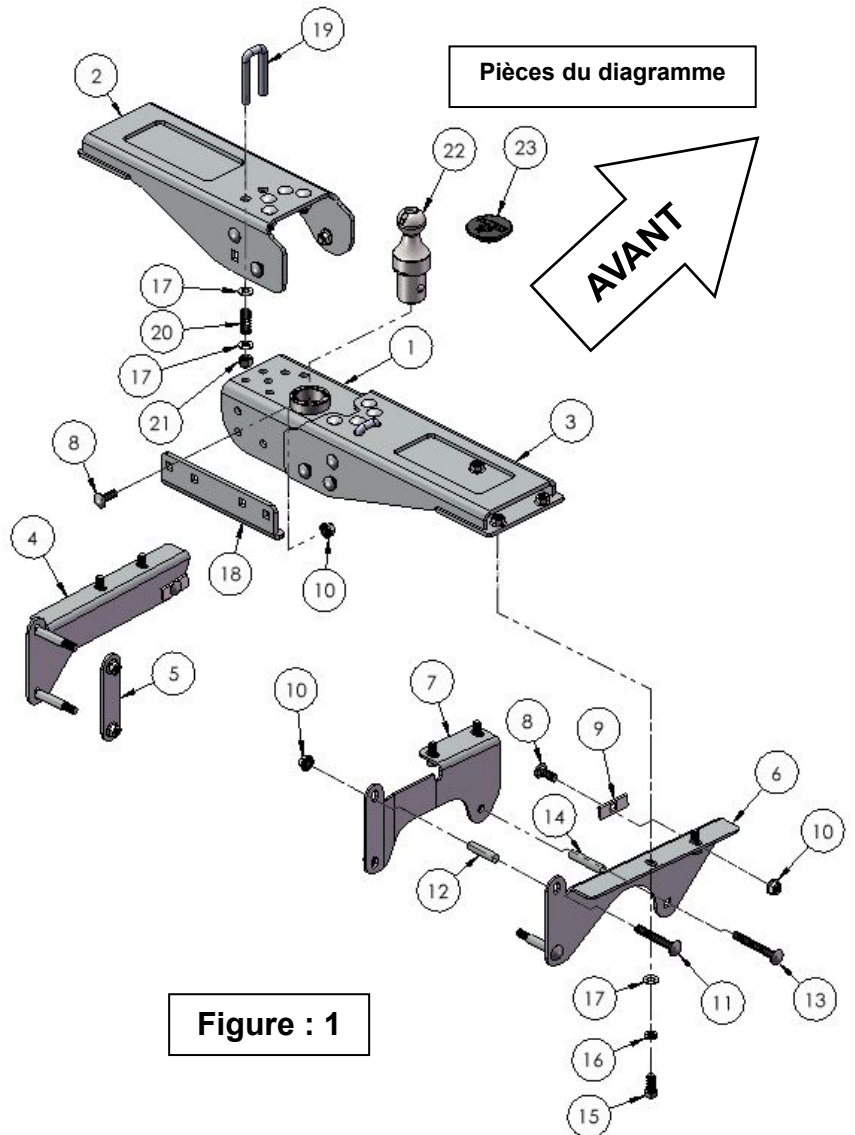

Figure : 1
23. Une fois les trous de la boucle de la chaîne de sécurité percés, les boulons en U de la boucle de la chaîne de sécurité (n° 19) peuvent être descendus à travers les trous depuis le côté supérieur de la caisse du véhicule. Depuis le bas de l'attelage, installez la rondelle plate 5/8 (n° 17), puis le ressort de compression (n° 20), puis la rondelle plate 5/8 (n° 17), puis le contre-écrou en nylon 5/8-11 (n° 21). (Voir figure 1). Serrez jusqu'à ce que trois filets du boulon en U de la boucle de la chaîne de sécurité (n° 19) soient visibles à partir du bas du contre-écrou en nylon (n° 21). Répétez trois fois.